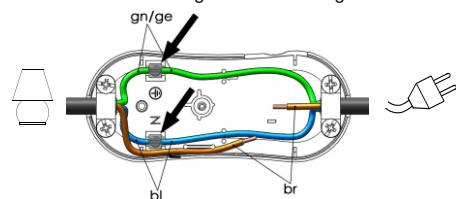
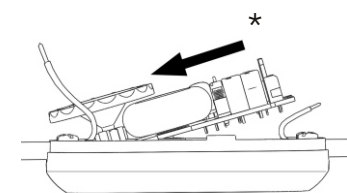
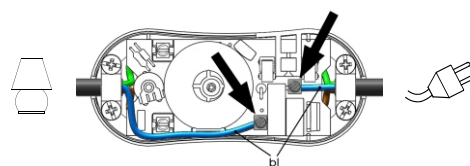

Bild 2 / illustration 2 / figure 2 / foto 2 / figura 2
Bild 3 / illustration 3 / figure 3 / foto 3 / figura 3
Bild 4 / illustration 4 / figure 4 / foto 4 / figura 4
6. Fixez les brins à l'aide des pinces de décharge de traction jointes, connectez le conducteur de terre (gr/ge) et le conducteur neutre (bl) (Fig.2), réinstallez la carte imprimée (Fig.3), connectez le conducteur de phase (br) (Fig.4).
6. Fissare i conduttori con gli elementi di scarico della trazione in dotazione, collegare terra (gr/ge) e conduttore neutro (bl) (Fig. 2), inserire la scheda (Fig. 3), collegare la fase (br) (Fig. 4)